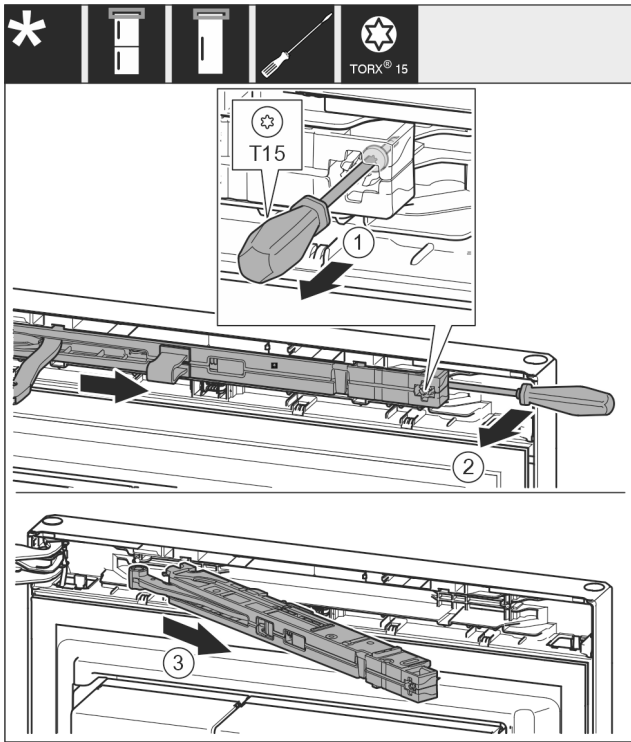

Fig. 11
- ▶ Løsn skruen på lukkedæmperenheden med skruetrækker T15 ca. 14 mm. Fig. 11 (1)
- ▶ Sæt en skruetrækker ind bag ved lukkedæmperenheden, og drej den fremad. Fig. 11 (2)
- ▶ Træk lukkedæmperenheden ud. Fig. 11 (3)